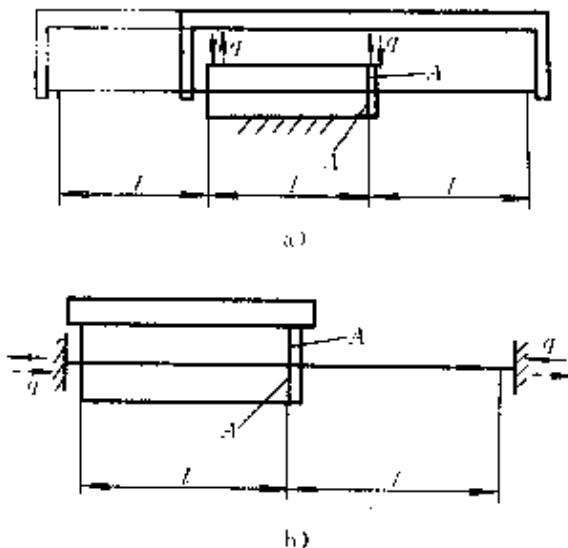

图 4-6 双出杆液压缸
答：(1) 在工作循环中只有往复运动时 如外圆磨床磨削工件，工作台做频繁的往复运动，并要求速度相等，这时可采用双出杆液压缸，如图 4-6 所示。